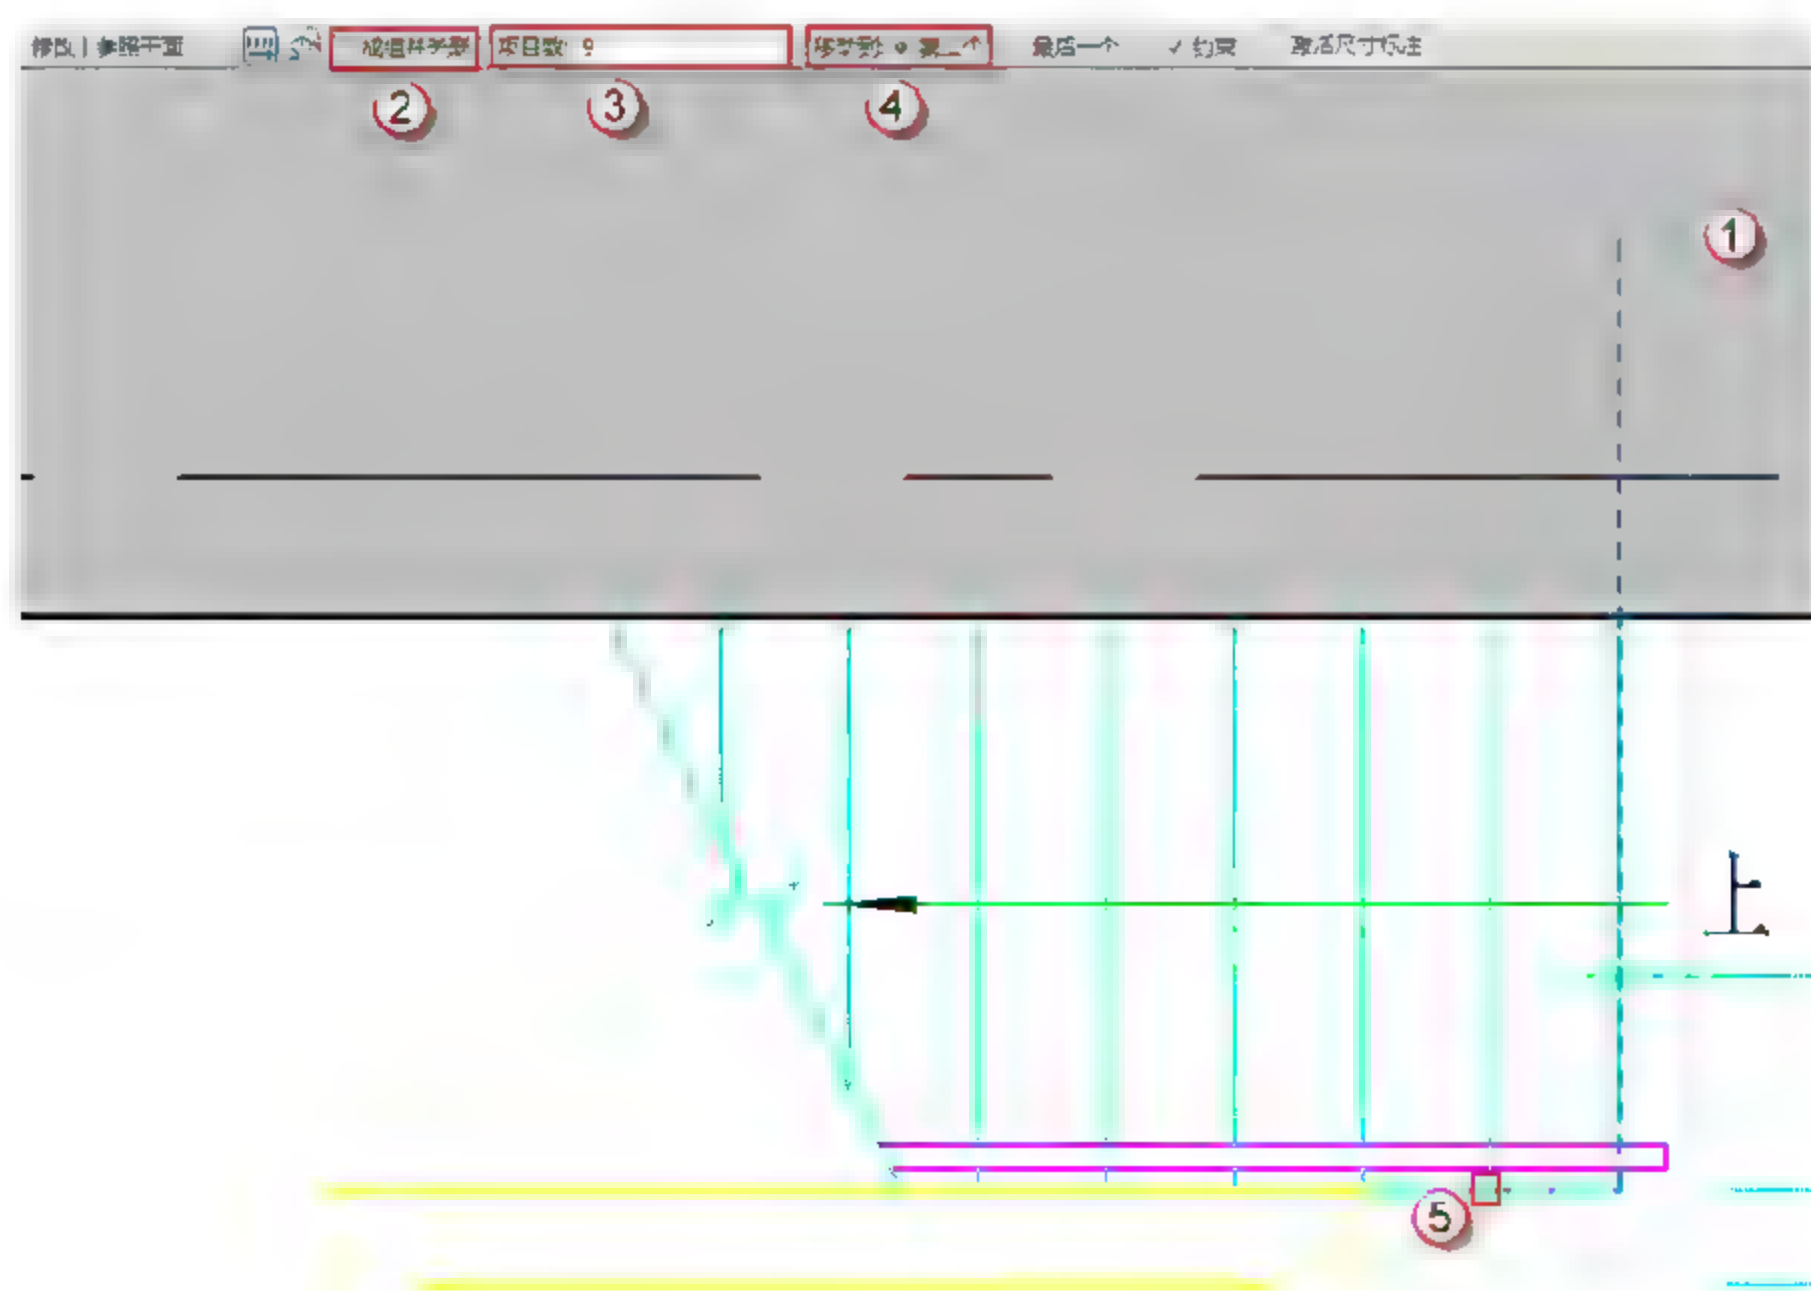
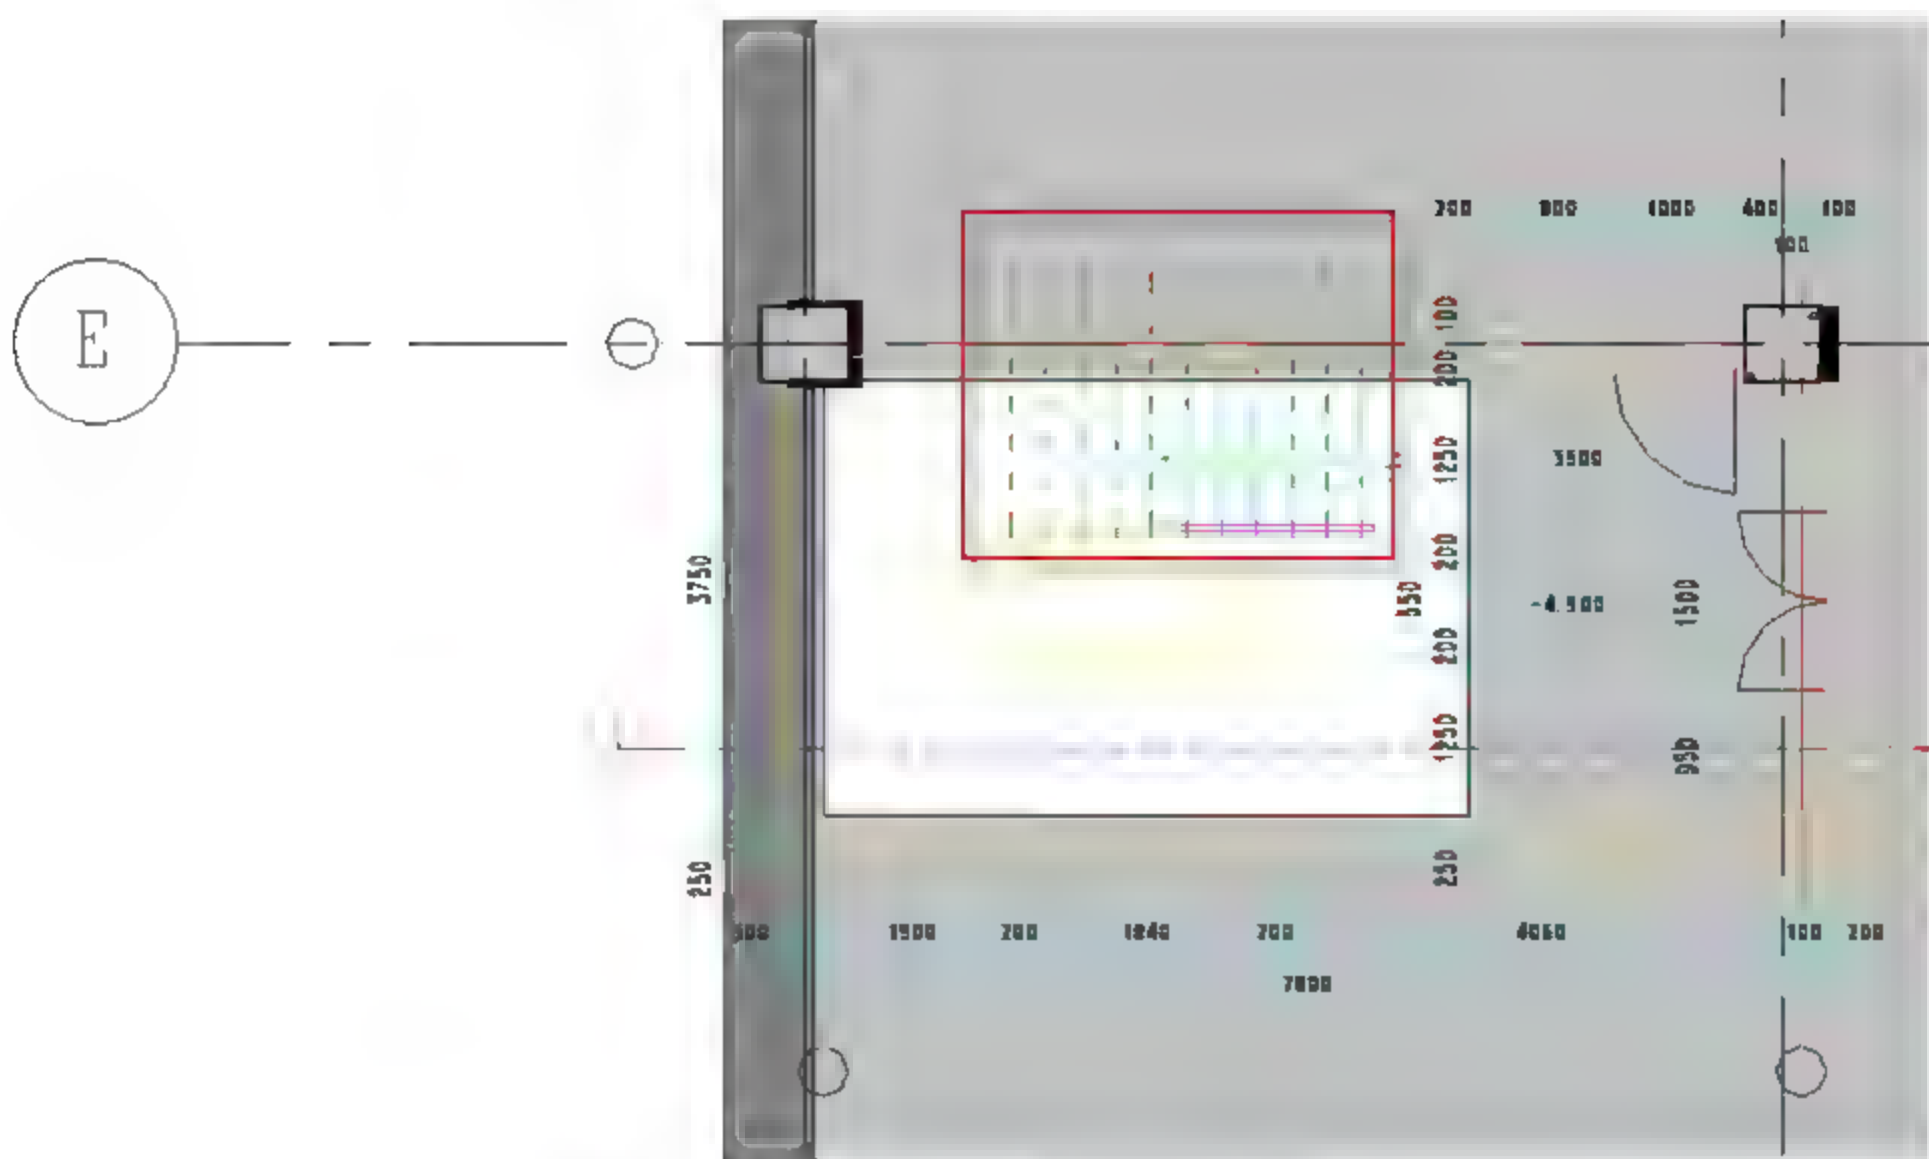

图 11.2.36 阵列参照平面
图 11.2.37 完成竖直参照平面绘制
(4) 绘制竖直参照平面。按快捷键 **R+P** 绘制参照平面，与最右边楼梯线对齐绘制一条参照平面线。绘制完成后，选择参照平面线，按快捷键 **A+R** 阵列参照平面，在选项栏中不选择“成组并关联”复选框，“项目数”设置为“9”个单位，“移动到”选择“第二个”单选按钮，然后捕捉参照线相邻一点“5”点进行阵列即可完成，如图 11.2.36 所示。完成后的效果如图 11.2.37 所示。